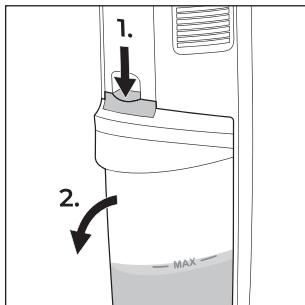

Abb. 20
- Entleeren Sie den Schmutzwasserbehälter ②, wenn das Schmutzwasser die MAX-Markierung erreicht hat.
- Wenn der Schmutzwasserbehälter ② voll ist, wird mithilfe des Schwimmers ⑧ der Absaugmotor automatisch abgeschaltet.
- ♦ Um den Schmutzwasserbehälter ② zu leeren, gehen Sie folgendermaßen vor:
1. Drücken Sie den Knopf über dem Schmutzbehälter ② nach unten (siehe Abb. 20). Halten Sie den Griff des Schmutzwasserbehälters ②, während Sie den Knopf hinunter drücken.
2. Ziehen Sie den Schmutzwasserbehälter ② nach vorne aus dem Gerät (siehe Abb. 20).